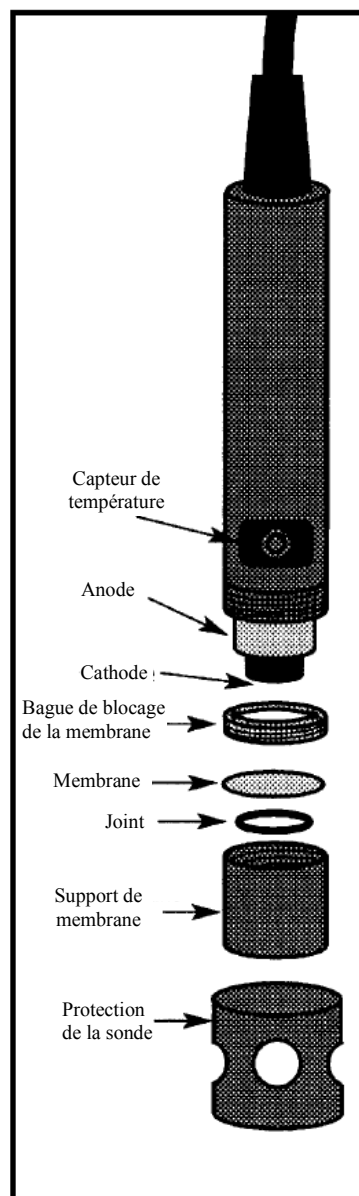

Figure 35 : Parties de l'électrode montrant le joint, la membrane et le verrouillage
1. Retirer la protection de la sonde. Voir figure 35.